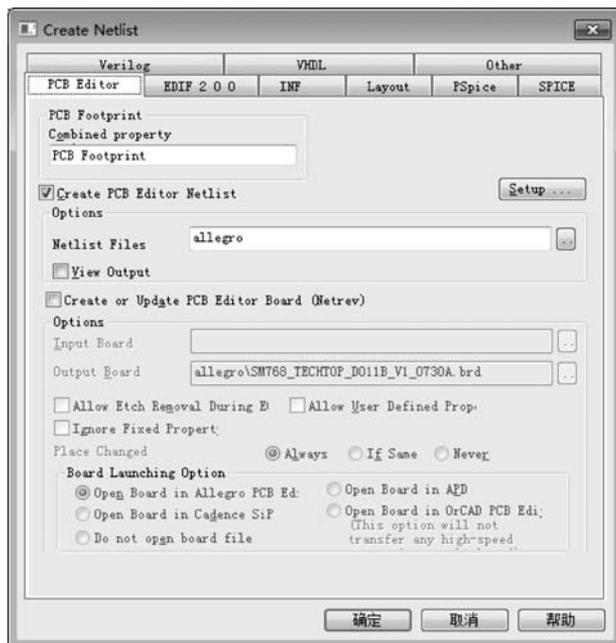

图 3.123 Netlist 对话框
(1) 在项目管理器中选中 dsn 文件,单击 ,或者在主菜单中选择 Tools→Creat Netlist 选项,弹出 Create Netlist 对话框,如图 3.123 所示。
(2) 编辑完成后直接单击 OK 按钮,重新回到图 3.123 界面。